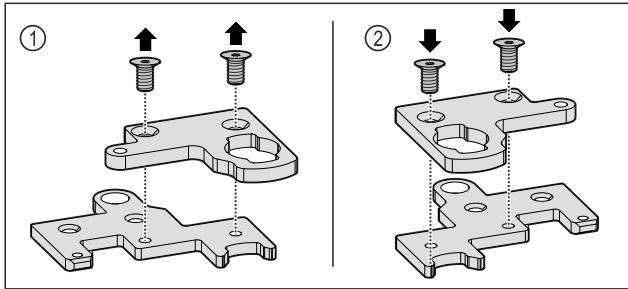

Fig. 34
- ▶ Erotta kaksiosaisen saranakulman osat toisistaan. Fig. 34 (1)
- ▶ Kokoa kaksiosainen saranakulma 180° käännettynä uudelleen. Fig. 34 (2)